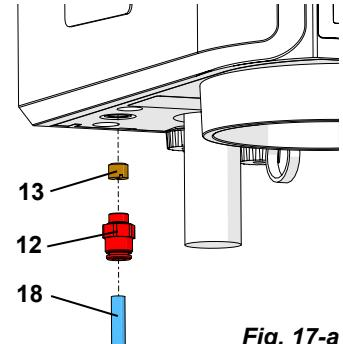

Fig. 17-a
**Filtro de entrada encaixado, à frente da conexão de ar comprimido (Fig. 17-b).**
- ⇒ Pressione o anel no filtro de entrada (13) para cima e puxe a mangueira de ar comprimido (18) para fora.
- ⇒ Pressione o anel do acoplamento de ar comprimido (12) para cima e puxe o filtro de entrada (13) para fora.